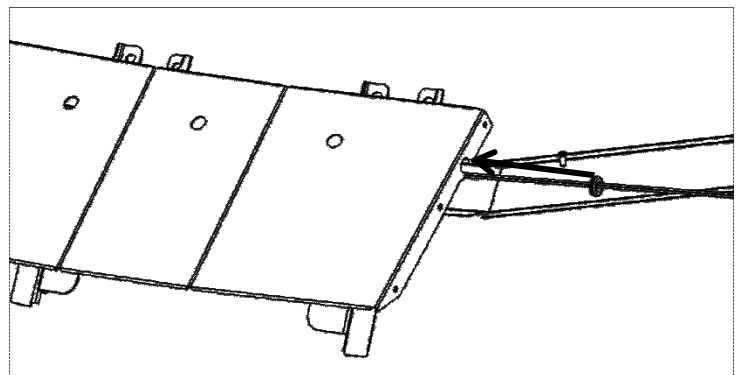

Figura 10
- v. Deslice ojales (en WH-EX) en el lado de la sección de visera central (ver figura 10).